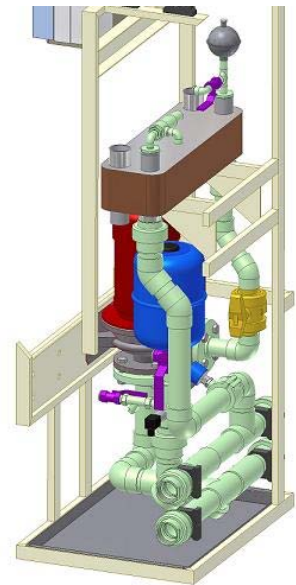

图 3.1-8
- 阀门 V161...V162 开启（图 3.1-8 中紫色部分）
- 阀门 V160 向下（图 3.1-8 中紫色部分）
- 阀门 V140 关闭（图 3.1-8 中黄色部分）